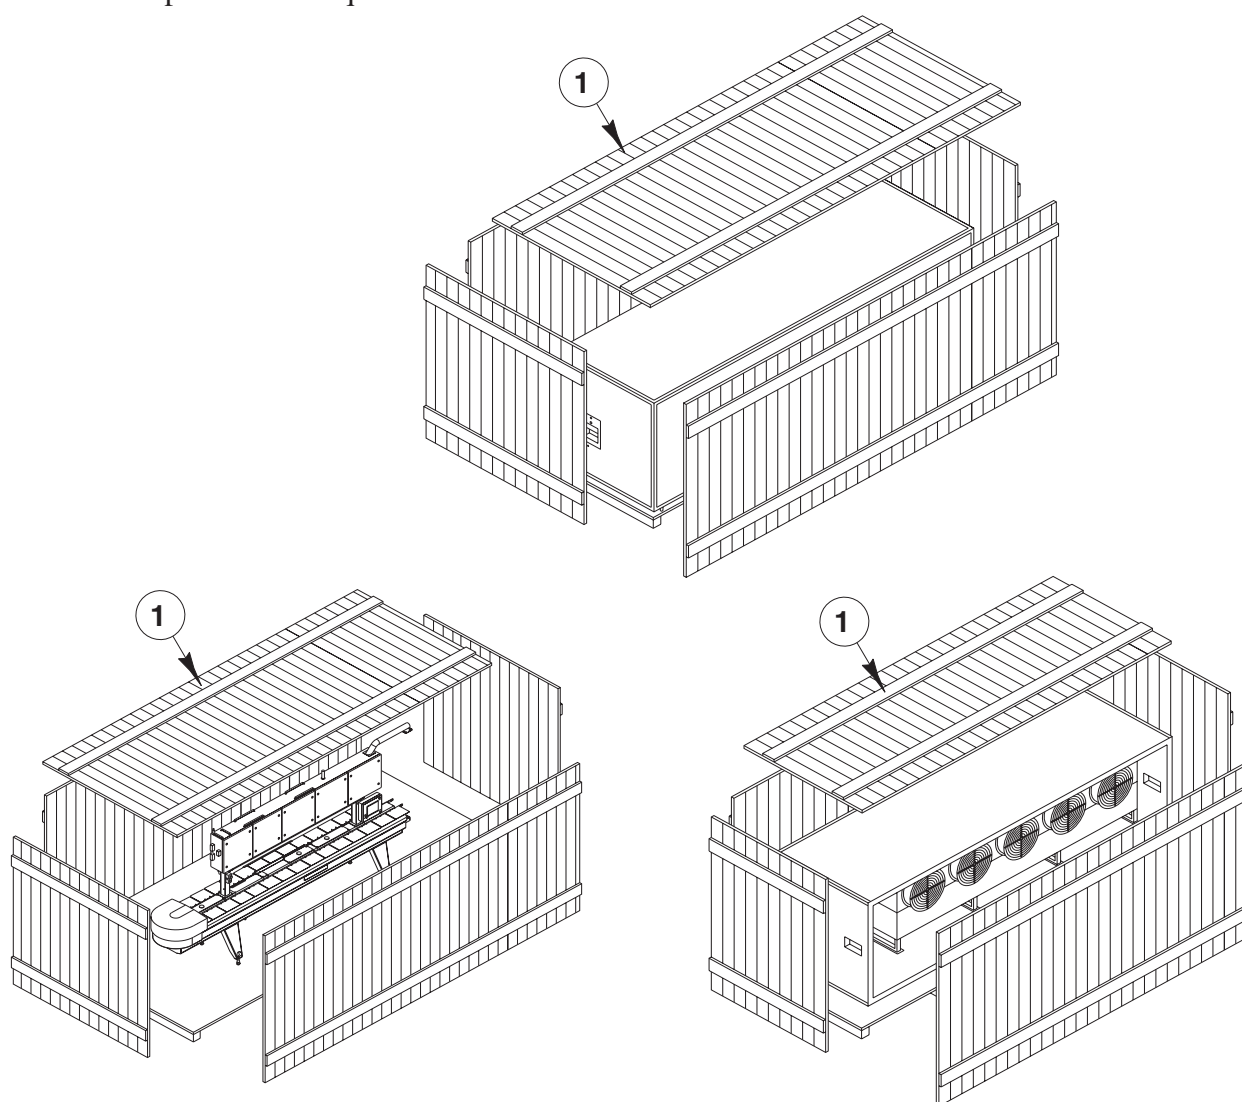

Fig. 4.2
- a. Quite los clavos de la cubierta superior y extraígalas (*Pos. 1, Fig. 4.2*). Realice la misma operación con las paredes laterales. Preste atención a las maderas espaciadoras ubicadas entre las paredes de la caja.